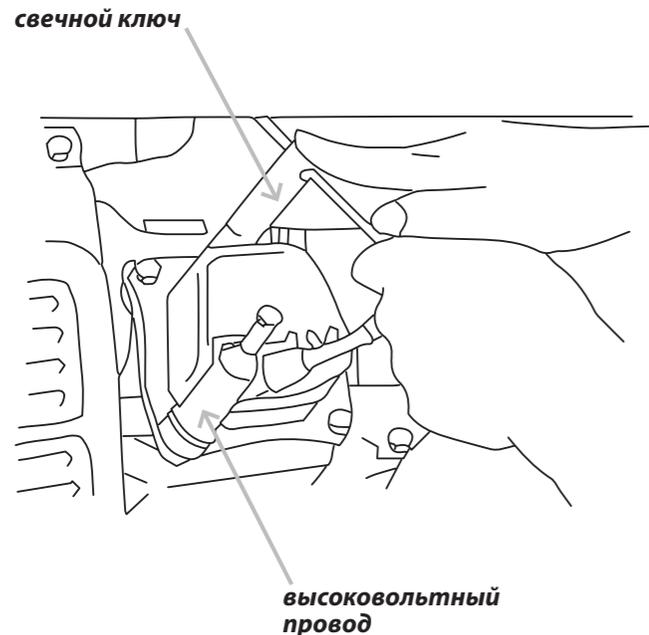

Рисунок 5.4. Обслуживание свечи зажигания
- 3 Отсоедините высоковольтный провод со свечи (См. Рис. 5.4).